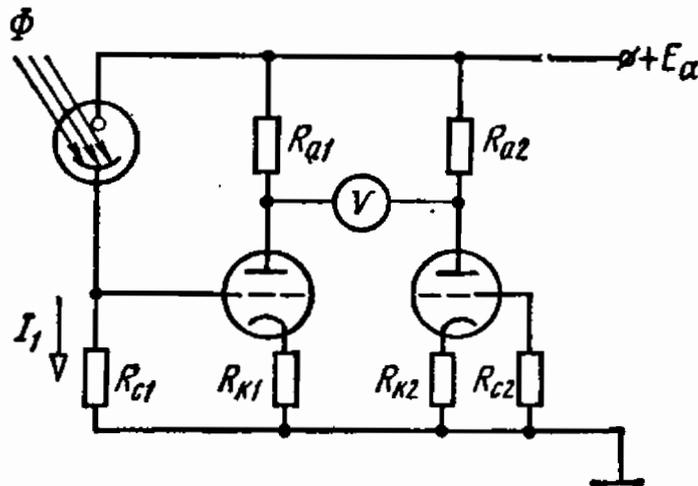

Рис. 13.34
13.34. Для измерения малых значений световых потоков использован вакуумный фотоэлемент с чувствительностью $S_{\phi} = 140$ мкА/лм, включенный в балансный усилитель постоянного тока, между анодами ламп которого включен вольтметр с очень большим внутренним сопротивлением (рис. 13.34).